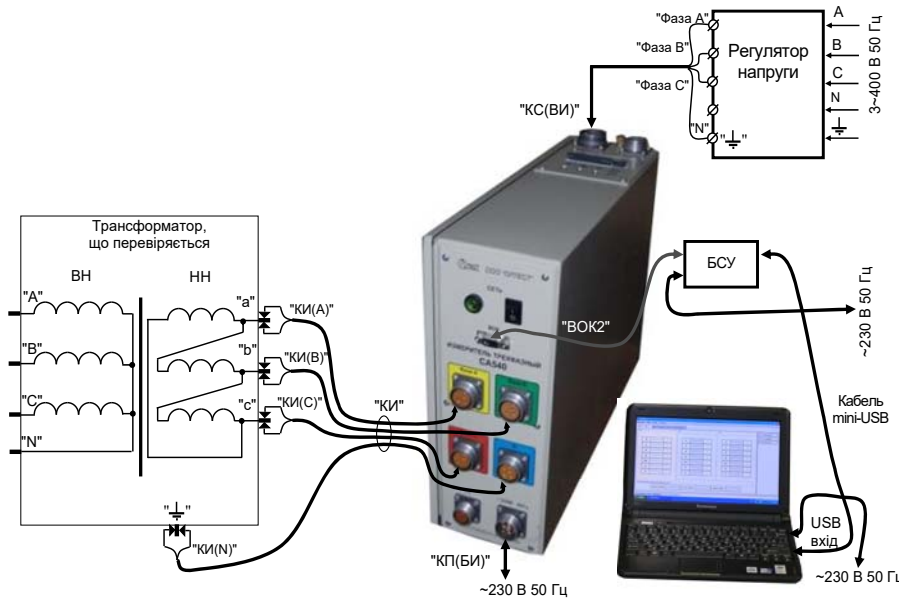

Рисунок 1.4
2) Переконатися в тому, що режими установки напруги і вимірювання не активні (у вікні програми назви таблиць "Установка" і "Измерение" і їх окантовка пофарбовані в чорний колір, рисунок 1.4, поз.1,2).